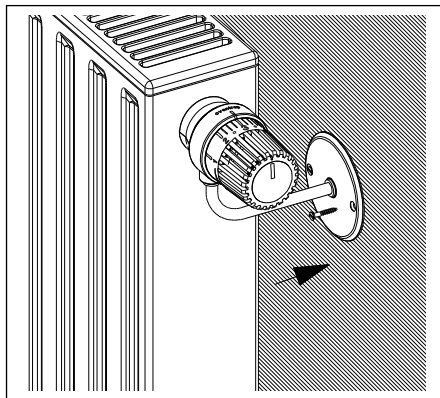

Bild 3
7. Deckel mit den beiliegenden Schrauben an der UP-Dose befestigen (Bild 3).
7. Bevestig het deksel met de bijbehorende schroeven aan de inbouw aansluitdoos (Afb. 3).